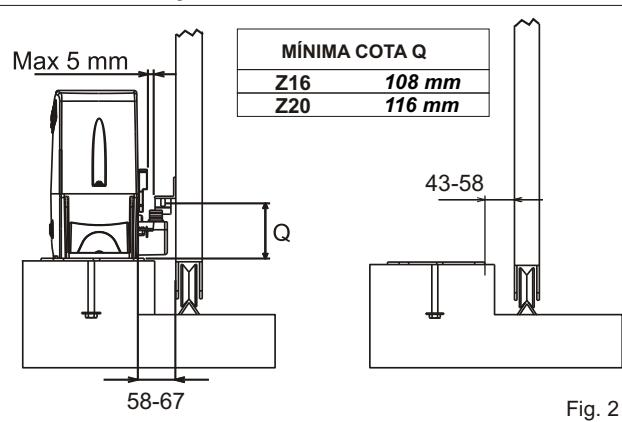

Fig. 2
3. Antes de cementar la placa de anclaje asegurarse que la misma resulte perfectamente horizontal y que sea respetada la medida de 50 - 55 mm indicada en Fig. 2.